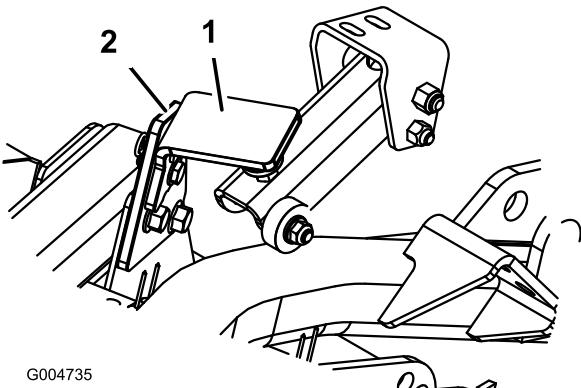

Bild 83
2. Nehmen Sie den Splint und den Lastösenbolzen ab, mit denen der Transportriegel des Mähwerks an der Riegelplatte befestigt ist (Bild 83). Drehen Sie den Riegel zum Heck des Mähwerks.